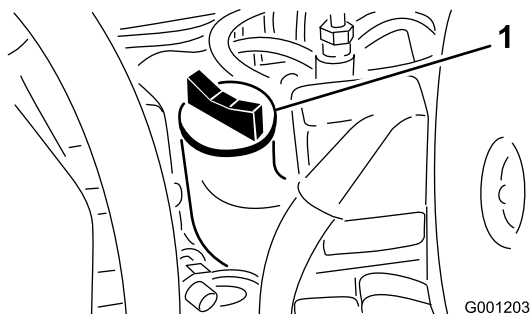

Figura 22
3. Si el nivel de aceite está por debajo de la marca Lleno, retire el tapón de llenado (Figura 22) y añada aceite hasta que el nivel llegue a la marca Lleno de la varilla. **No llene demasiado..**